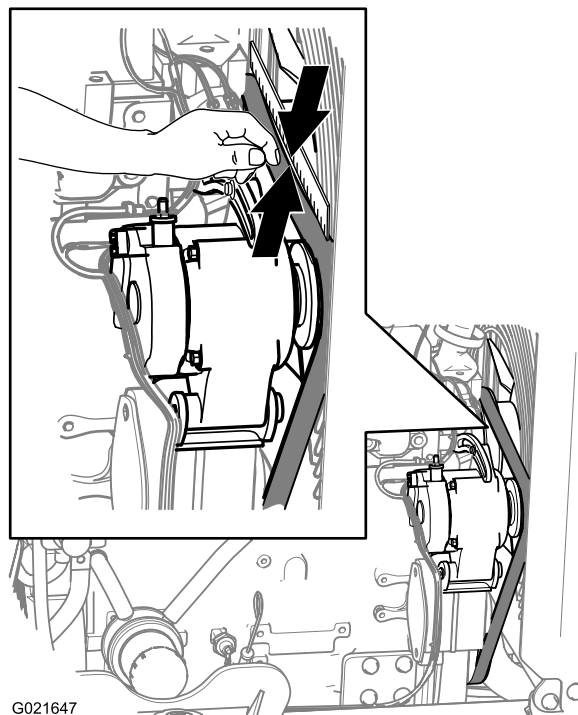

Figura 106
3. Inspeccione a correia quanto a cortes, rachaduras, fios soltos, graxa, óleo, torção ou sinais de desgaste anormal (Figura 106).
3. Posicione uma régua sobre a correia, entre as polias, como mostra a Figura 106.
4. Pressione a correia para baixo no ponto intermediário entre a polia do ventilador e a polia do alternador, como mostrado na Figura 106.